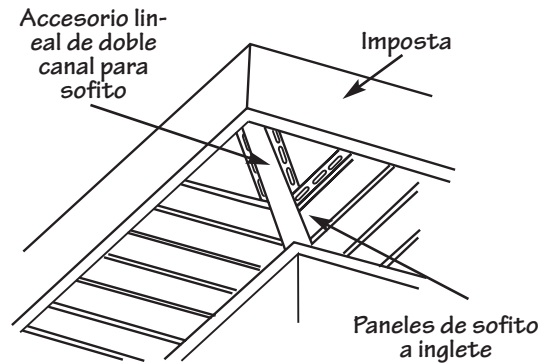

Figura 70.
4. Para dar vuelta a una esquina, mida del canal de la pared al canal en la esquina de la imposta (Figura 70). Reste  $\frac{1}{4}$ " para la dilatación. Corte e instale el canal lineal doble de soffito o un canal en J que tenga otro por detrás. Si es necesario, instale los listones de clavado para proporcionarle respaldo al canal lineal. Corte a inglete los paneles de soffito de esquina e instale según se describe en el Paso 3.